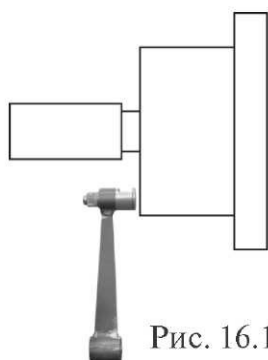

Рис. 16.1
15.2. Калибровка устройства измерения дистанции. Для оценки погрешности устройства ввода дистанции выдвиньте штангу ввода параметров и уприте ее палец в задний торец фланца вала, как показано на рис. 16.1. При этом на индикаторах 1 отображается величина введенной дистанции, а на индикаторах 4 величина диаметра диска. Если величина дистанции на индикаторах 1 не равна $4,5 \pm 0,2$, то устройство ввода дистанции требует калибровки.